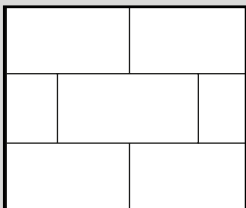
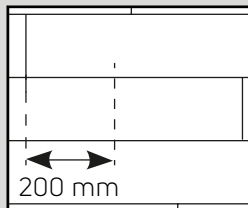

Fig. 3a
Fig. 3b
4. Begin aan de tweede rij. Houd de plank in een hoek van circa 30° en klik de messingzijde in de groef van de eerste rij. Duw de plank/tegel stevig aan. Leg de volgende plank/tegel door de messingzijde en groef langs de korte kant in elkaar te klikken. Duw de messingzijde en groef langs de lange kant in elkaar door de planken/tegels samen te kantelen (Fig. 3). De tegels en planken moeten in een baksteenpatroon worden gelegd zodat de vier hoeken nooit op hetzelfde punt samenkomen. (Fig. 3a en Fig. 3b).